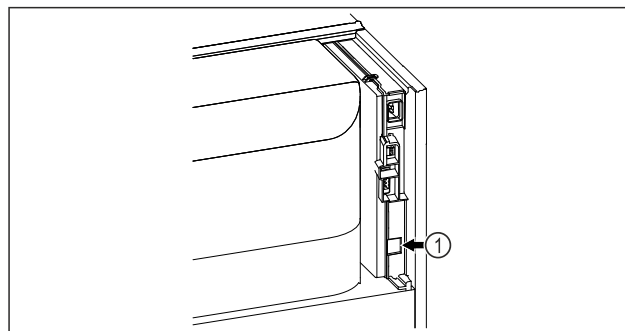

Fig. 132
- SmartModule Fig. 132 (1) 已使用。